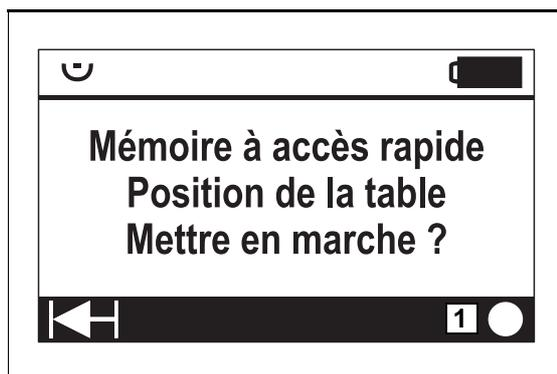

Fig. 93 : Approcher les positionnements
- Sélectionner la fonction correspondante avec les touches de navigation dans le menu (1).
- Appeler la position (2) (►► Fig. 93),